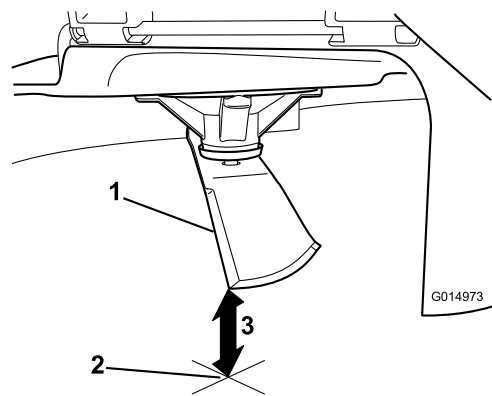

Figura 52
3. Mida desde la punta de la cuchilla hasta la superficie plana (Figura 52).